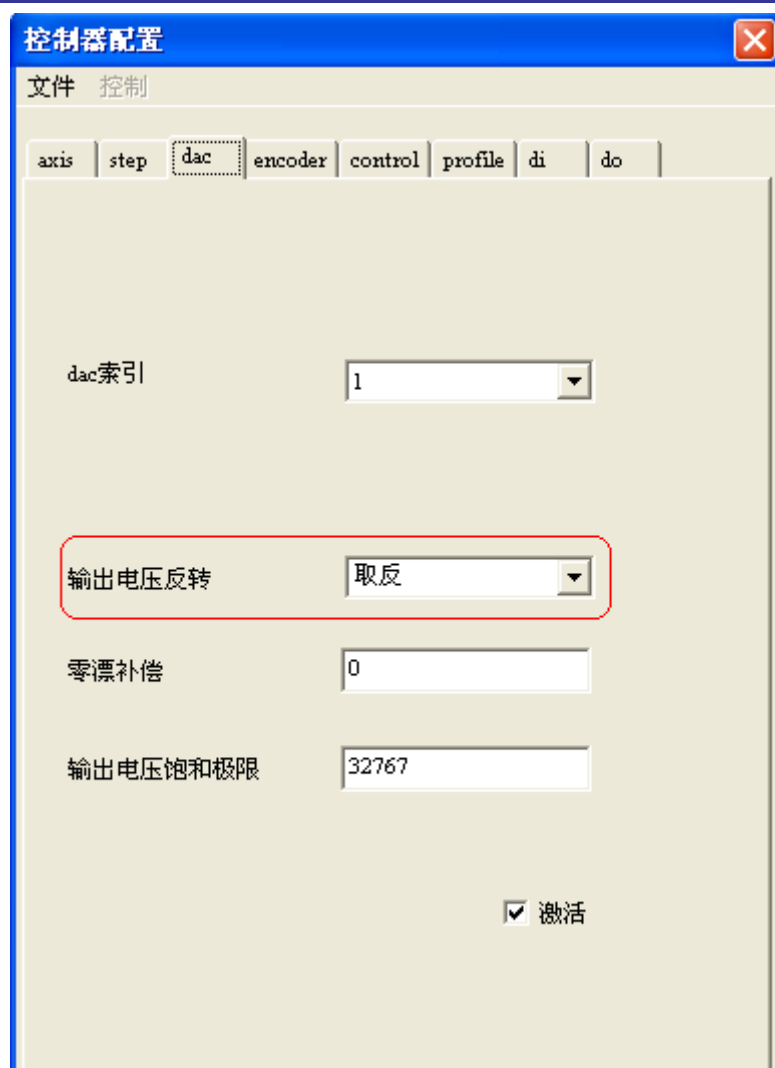

图 4-36 闭环配置示例之 dac 配置界面
- 3) 选择 dac（选项来激活模拟电模输出），配置成如图 4-8 所示，也即默认配置。如果电机正反馈，可以通过修改“输出电压反转”，使电机控制正常，如图 4-36 所示。